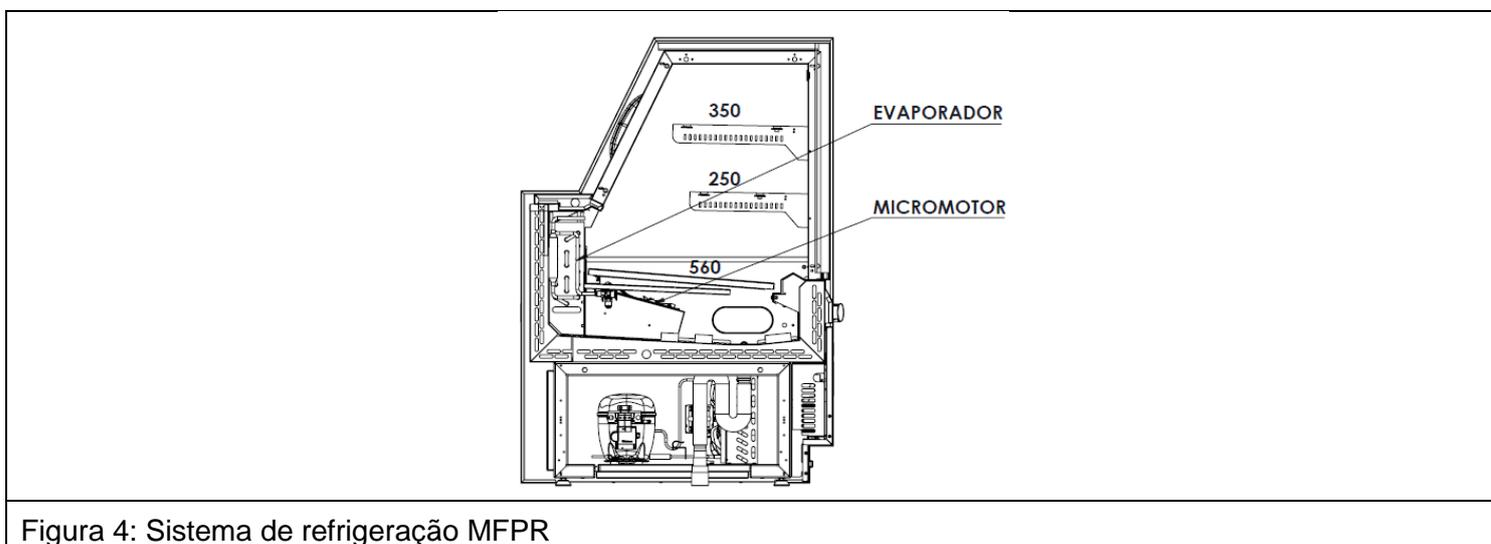

Figura 4: Sistema de refrigeração MFPR
- 1 - Nos equipamentos MFPR a refrigeração é realizada através de um evaporador com aletas combinado com sistema ar forçado por micromotor, conforme figura 4.